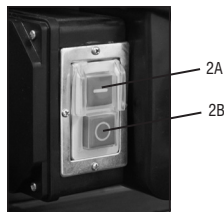

Fig. 17 – Interruptor liga/desliga
1. Pressione o interruptor de acionamento verde (2A) (Fig. 17);
2. Para desligar, basta pressionar o interruptor vermelho (2B) (Fig. 17).